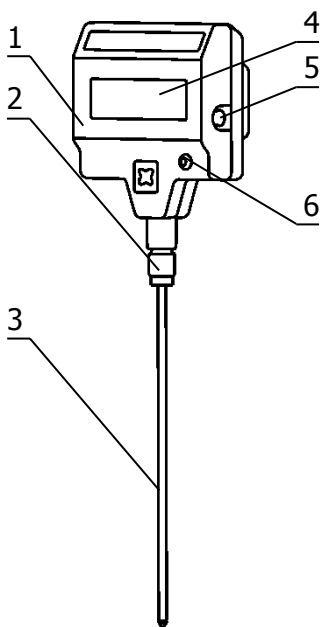

Рисунок 1 Общий вид термометра
2.2.5 Включить питание термометра кнопкой 6 (рисунок 1). Прибор не требует предварительного прогрева и сразу же готов к работе.
2.3.3 Для организации обмена данными с компьютером следует использовать кабель связи и программное обеспечение из комплекта поставки термометра. Один конец кабеля следует присоединить к разъему 5 (рисунок 1), а другой – к свободному последовательному порту компьютера. Затем следует загрузить программу со страницы <http://termexlab.ru/katalog/mertologicheskoe/izmeritelnye-pribory/lt-300/> и выполнить процесс установки программы, следуя инструкциям инсталлятора. Для работы запустить установленную программу «ThermoChart». Описание процедуры работы с программой можно вызвать нажатием клавиши F1 на клавиатуре компьютера. Описание содержит всю необходимую информацию для успешного использования программы.